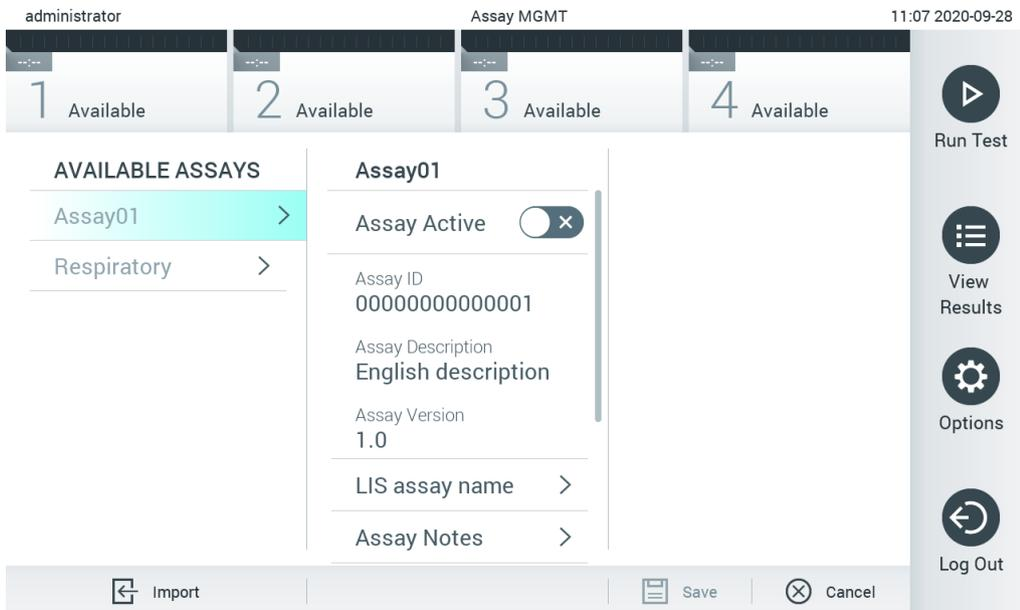

Figure 67. Écran de gestion du dosage.
2. Pour importer le ou les nouveaux dosages dans le QIAstat-Dx Analyzer 1.0, appuyez sur le bouton Options (Options), puis sur le bouton Assay Management (Gestion du dosage). L'écran Assay Management (Gestion du dosage) apparaît dans la zone de contenu de l'écran (figure 67).